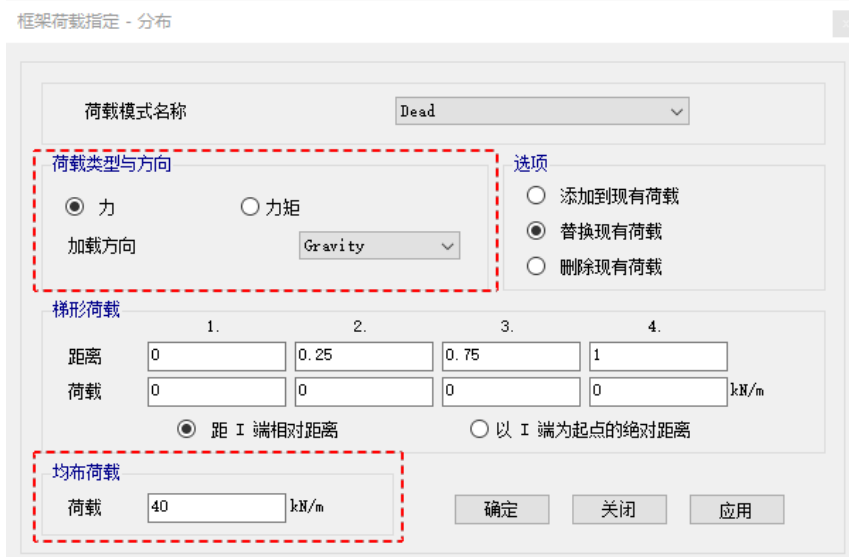

图 5-8 梁荷载施加对话框
5. 点击菜单指定>框架荷载>线荷载，弹出图 5-8 所示对话框。